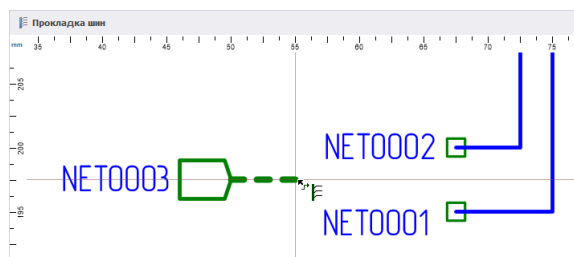

Рис. 259 Размещение цепи от порта
6. Разместить порт на схеме, см. Рис. 259. Положение порта будет зафиксировано, после этого активируется размещение цепи/шины. Размещение цепи/шины осуществляется стандартными способами.